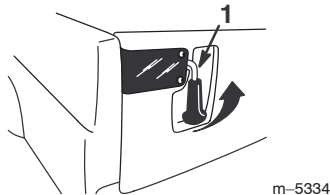

Bild 20
1. Heben Sie die Riegelgriffe an, um die Riegel an der hinteren Bordwand zu öffnen (Bild 20). Diese schnappen dann in Richtung der Mitte der hinteren Bordwand aus. Senken Sie die hintere Bordwand langsam ab.